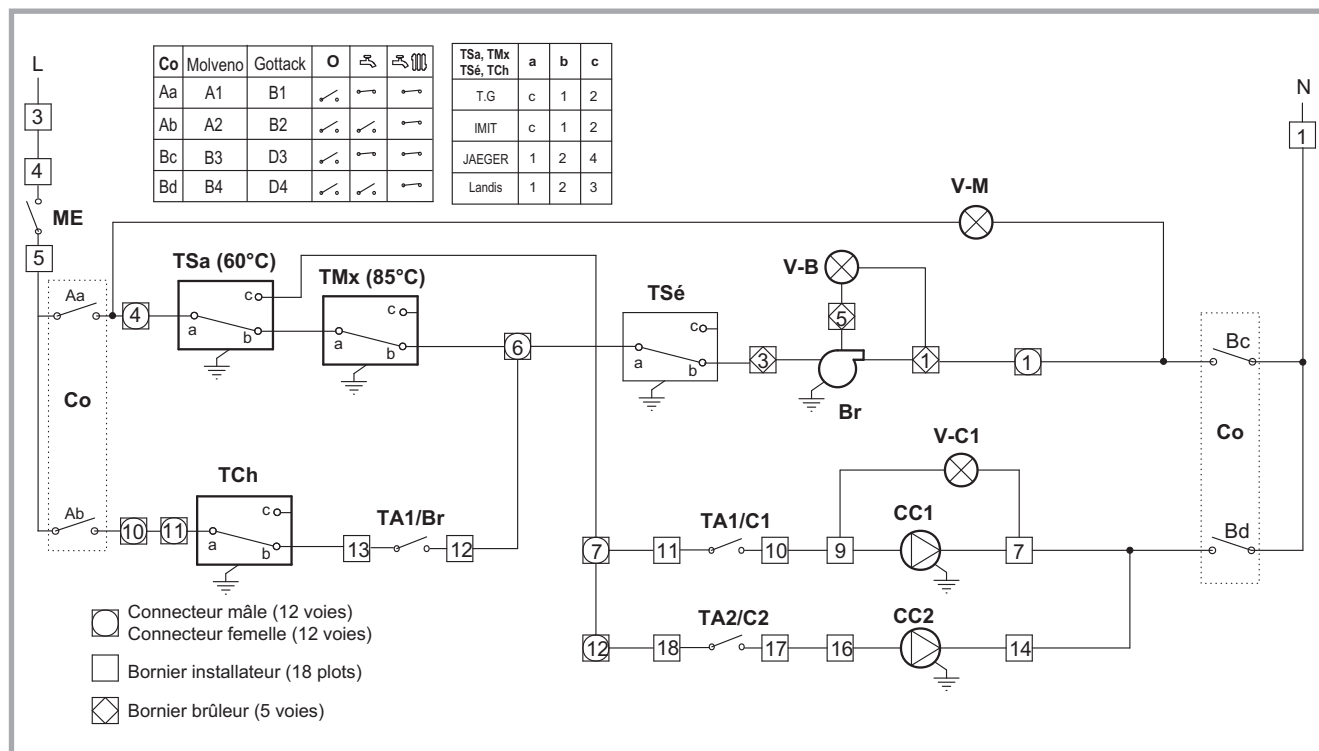

Figure 21 - Schéma électrique de principe (brûleur)
- Effectuer les raccordements suivant les schémas fig. 21 et 22.
Légende fig. 21 et 22